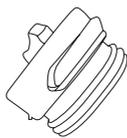

Рис. 6.
- Проверьте, установлена ли сервисная заглушка мембранного модуля (рис. 6, 7) в коллекторе 2 (табл. 1). Если нет – установите. Установите фильтрующий модуль K2 в коллектор 1 (табл. 1).